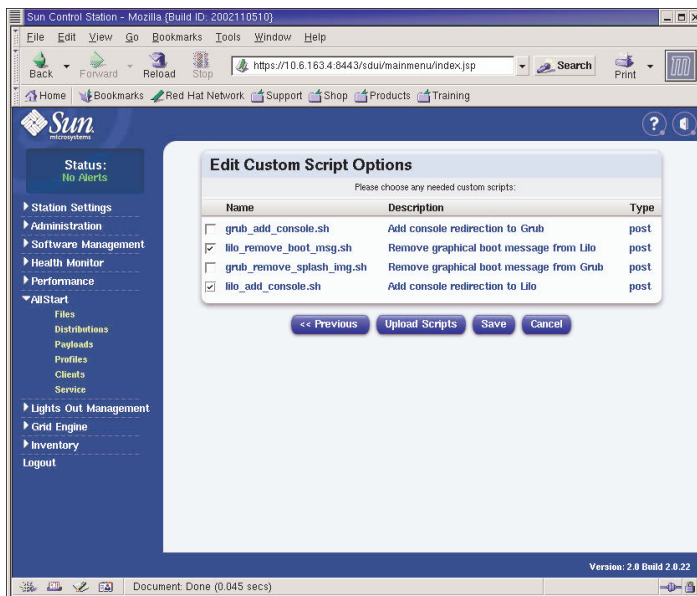

FIGURA 2-16 Finestra Edit Custom Script Options (profili AllStart)
- g. Nella finestra Edit Custom Script Options, verificare che siano selezionate le seguenti opzioni obbligatorie (per un esempio, vedere la FIGURA 2-16). Al termine, fare clic su Save.